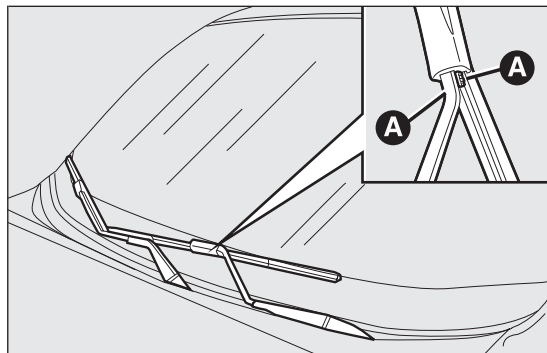

fig. 174
- ☐ presionar la lengüeta A fig. 174 y extraer la escobilla del brazo;